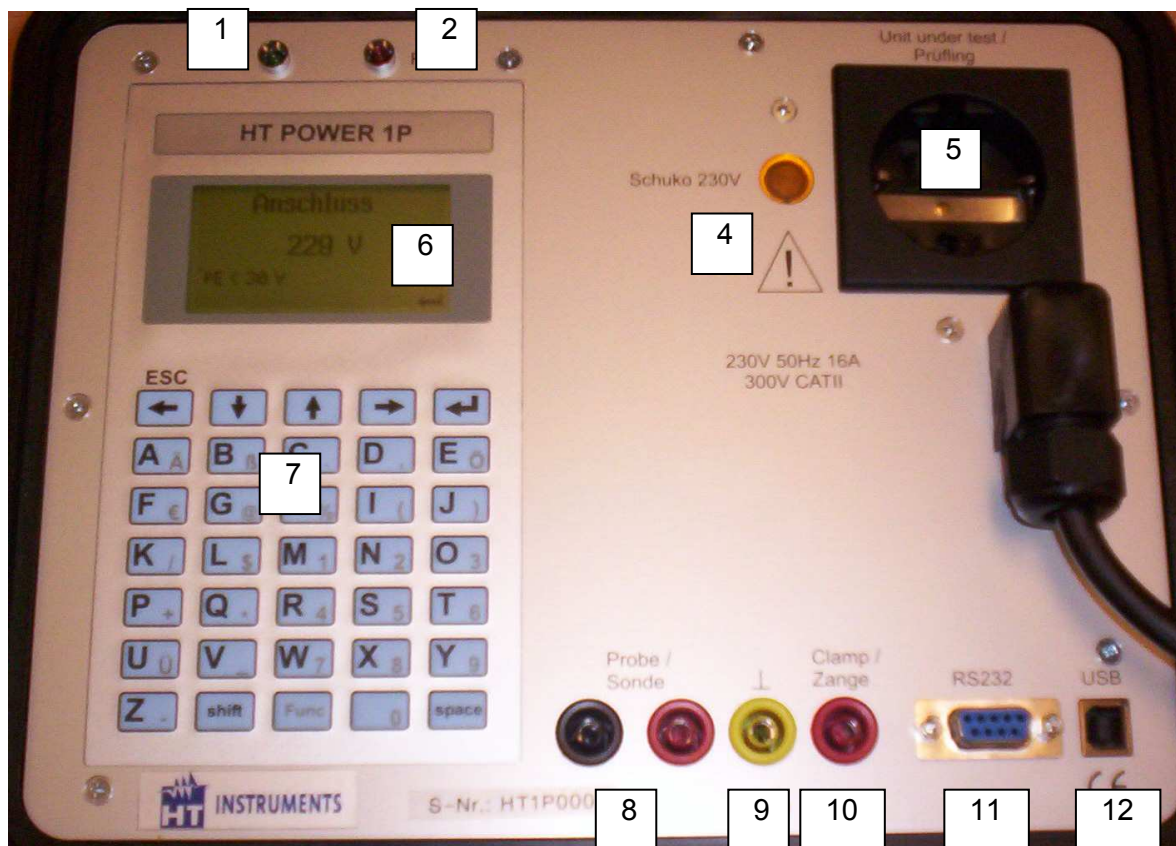

Bild 2
4.1 *Anschlüsse (Bild 2)*
4.3 *Messbuchse „GND“ (Bild 2/9)*
4.4 *Messbuchse „Probe“ (Bild 2/8)*
4.5 *Schnittstelle PC-COM (Bild 2/11)*
4.6 Schnittstelle USB (Bild 2/12)
4.7 Prüfdose (Bild 2/5)
4.9 Display (Bild 2/6)
4.10 Tastatur (Bild 2/7)